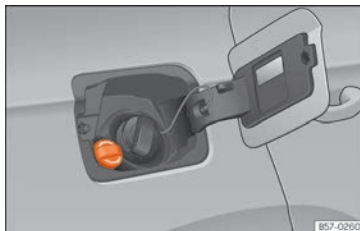

Fig. 268 Tappo di rabbocco del serbatoio di AdBlue.
- Aprire lo sportellino del serbatoio » **fig. 268**.
- Svitare il flacone in senso antiorario ed estrarlo verso l'alto con cautela » **❶**.
- Ruotare verso sinistra il tappo del bocchettone di riempimento dell'SCR » **fig. 268.**